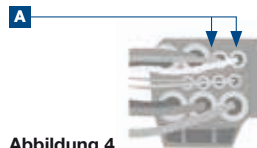

Abbildung 4
- 15 Kabelklemmen aus den Kammern 1 und 2 entfernen (**Abbildung 4**)